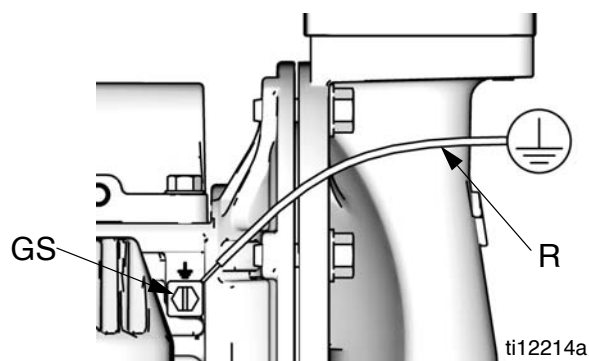

Рис. 1. Винт заземления и провод
Насос: см. Рис. 1. Ослабьте затяжку заземляющего винта (GS). Надежно затяните болтом заземления один конец провода